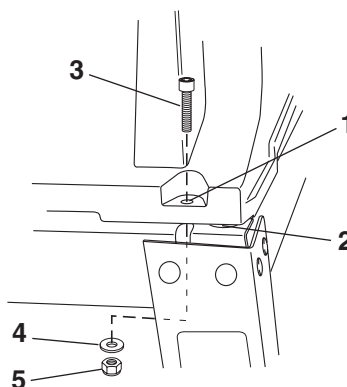

FIG. 27
1. Place the table saw onto the assembled leg stand so that the four (4) mounting holes **1** in the base of the saw are over the four (4) mounting slots in the two long top plates **2** (Fig. 27).
2. Secure the table saw to the leg stand using the four (4) internal screws **3**, washers **4**, and lock nuts **5**.
1. Placez la scie de table sur le support assemblé de façon que les quatre (4) trous de montage **1** de la base de la scie soient situés au-dessus des quatre (4) fentes de montage des deux plaques supérieures longues **2** (Fig. 27).
2. Assujettissez la scie de table au support en utilisant les quatre (4) vis internes **3**, les rondelles **4** et les contre-écrous **5**.
1. Coloque la sierra de mesa sobre la base de soporte con patas ensamblada, de manera que los cuatro (4) agujeros de montaje **1** ubicados en la base de la sierra estén sobre las cuatro (4) ranuras de montaje ubicadas en las dos placas superiores largas **2** (Fig. 27).
2. Sujete firmemente la sierra de mesa a la base de soporte con patas utilizando los cuatro (4) tornillos internos **3**, arandelas **4** y tuercas de fijación **5**.